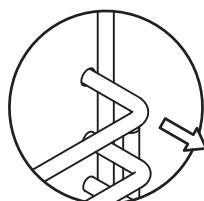

Fig.7
2. A continuación, tire de todo el bastidor y sáquelo (Fig 7).